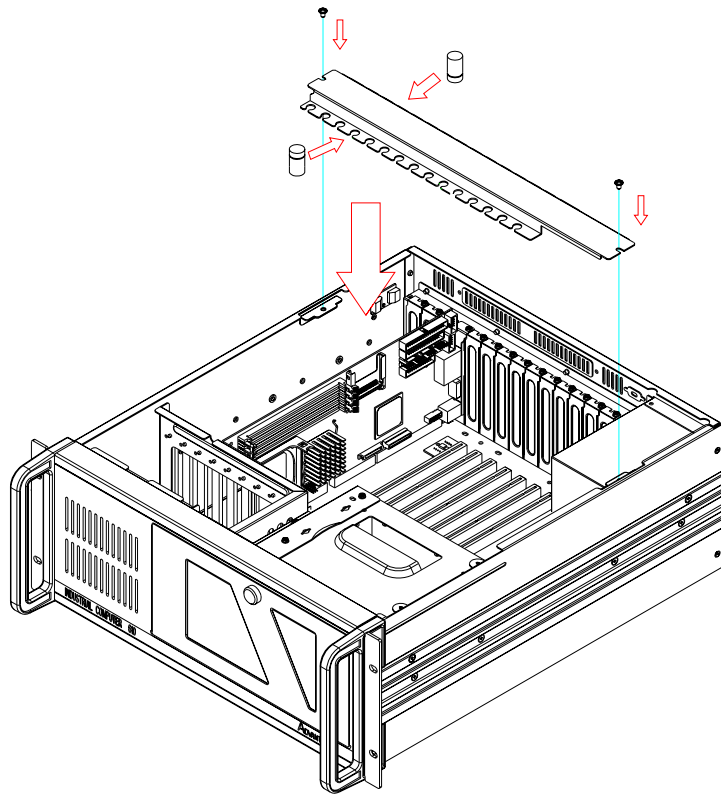

图 2.6： 安装橡胶垫和固定压条
1. 固定压条上有两排凹槽，用来插入附件盒中提供的橡胶垫。其中一排凹槽用于插入 PCI 卡，另一排用于 ISA 卡。由于卡的高度不同，橡胶垫可以顶部朝上插入，也可以顶部朝下插入。橡胶垫脚安装完毕后，将会保护所有附加卡，使其免受振动或撞击造成的损坏。（如图 2.6 所示）